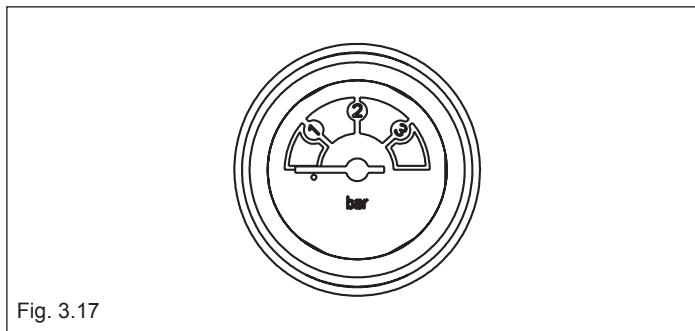

Fig. 3.17
- aprire il rubinetto di riempimento (C) fino a che la pressione indicata sull'idrometro sia compresa tra 1 bar e 1,5 bar (fig. 3.17)